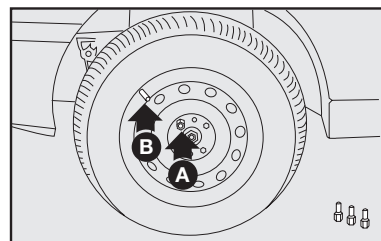

fig. 17
7) Introduzca el primer tornillo **A**-fig. 17, en el orificio más cercano a la válvula de inflado **B**.